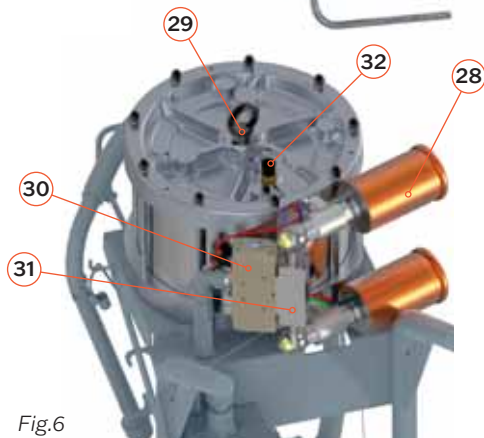

Fig.6
- 28** Saída/Escapa de ar (Fig. 6)
- 29** Parafuso de olhal (713Kgf / 1573lbf Máx.) (Fig. 6)
- 30** Válvula de ar bistável (Fig. 6)
- 31** Coletor (Fig. 6)